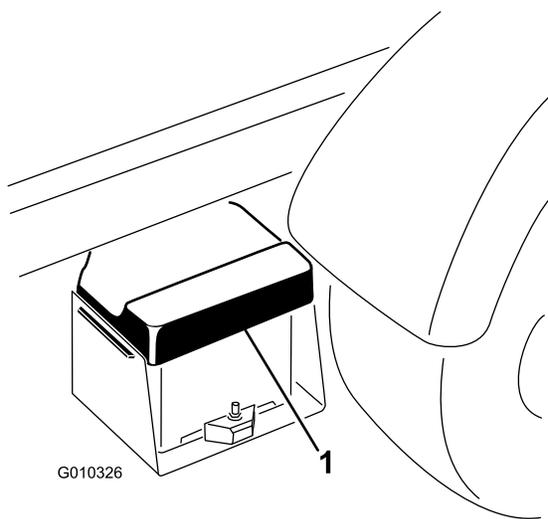

图50
- 挤压电池盖从电池座中松开凸耳然后从电池座中取出电池盖图50。